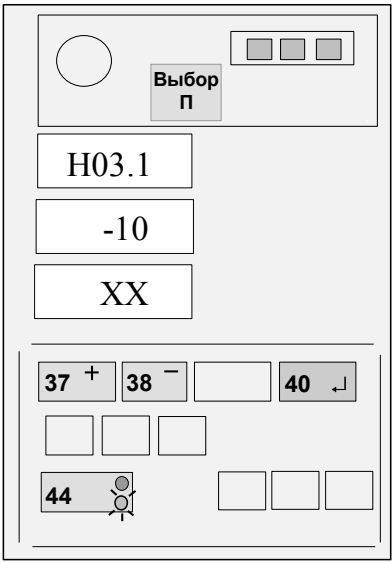

Рисунок 15 - Ввод температуры
Если величина измеренной температуры воздуха отличается от выдаваемой на средний ИЖЦ более, чем на 3°С, нажатием кнопки 44 установить на верхнем ИЖЦ код "H03.1", а затем, нажимая кнопки "+" (37) и "-" (38), установить, контролируя по показаниям среднего ИЖЦ, значение температуры, равное показаниям термометра (см. рисунок 15).